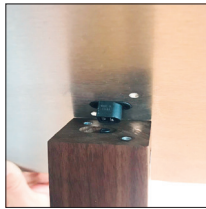

Abb. 4
- Der Leuchtenkopf ist auf der Unterseite mit einem Stecker versehen (Abb. 4). Dieser Stecker passt nur in eine Richtung auf die Buchse an der Oberseite der Säule. Leuchtenkopf vorsichtig auf die Säule setzen und mit 2 Schrauben befestigen. Die Schrauben nur handfest anziehen.